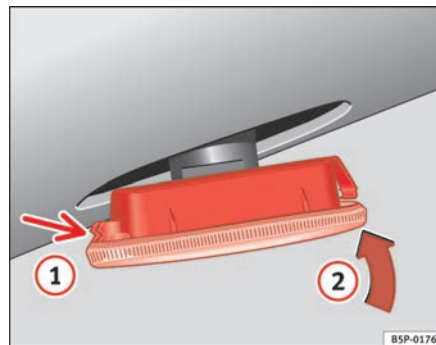

Fig. 230 Indicador de mudança de direcção lateral
- Primeiro, coloque o indicador de direcção no orifício da carroçaria, encaixando as patilhas ⇒ fig. 230, seta ①.
- Encaixe a lâmpada tal como indica a seta ② ⇒ fig. 230. ■